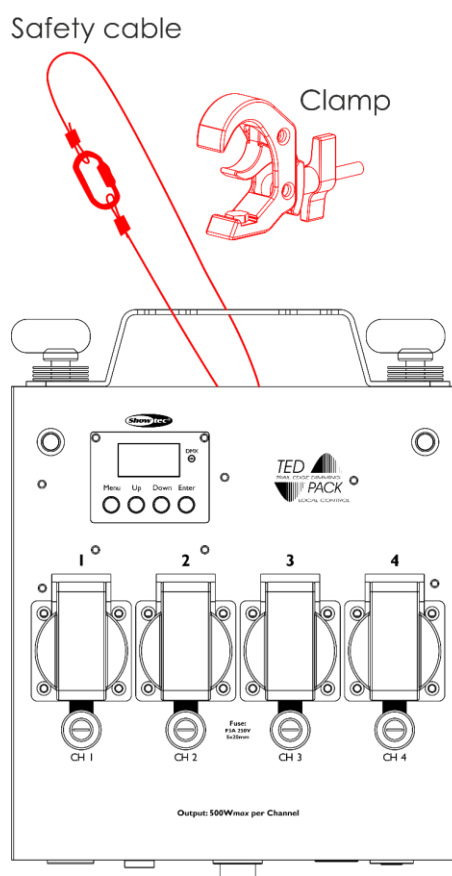

Fig. 09
- 02) Installare il morsetto, come mostrato nella Fig. 09. Accertarsi di utilizzare un morsetto adatto al fissaggio del dispositivo su un traliccio.
- 04) Fissare il dispositivo con una sospensione secondaria, ad esempio un cavo di sicurezza. Accertarsi che la sospensione secondaria sia in grado di sostenere 10 volte il peso del dispositivo. Ove possibile, la sospensione secondaria dovrebbe essere fissata a una struttura di supporto indipendente dalla sospensione primaria. Far passare il cavo di sicurezza nell'**occhiello di sicurezza (17)**, come indicato nella Fig. 09.